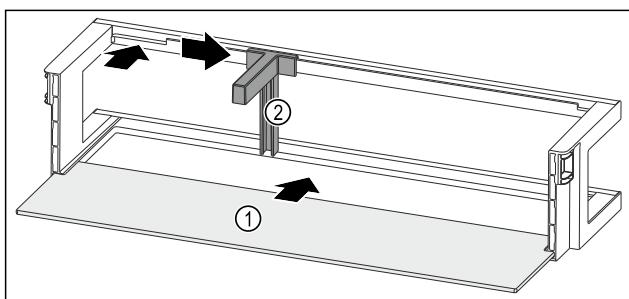

Fig. 131 Balconnet de contre-porte avec tablette de rangement
- ▶ Insérer la tablette de rangement Fig. 131 (1) dans les évidements latéraux.
- ▶ Insérer le porte-bouteilles Fig. 131 (2) dans l'évidement.
- ▶ Pousser le porte-bouteilles Fig. 131 (2) sur le côté en position souhaitée.